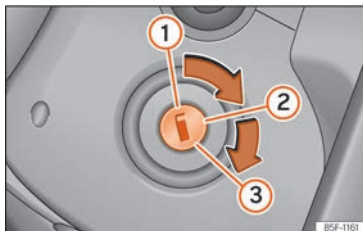

Abb. 132 Positionen des Zündschlüssels
Positionen des Schlüssels »» Abb. 132
- Drehen Sie den Zündschlüssel in Stellung »» **Abb. 132** ②.
- Drehen Sie den Zündschlüssel weiter in die Stellung »» **Abb. 132** ③ ohne Gas zu geben.
- Wenn der Motor anspringt, Zündschlüssel loslassen. Beim Loslassen geht der Fahrzeugschlüssel in die Position ② zurück.
- *Fahrzeuge mit Zündschloss:* Drehen Sie den Zündschlüssel in Stellung »» **Abb. 132** ⓘ.